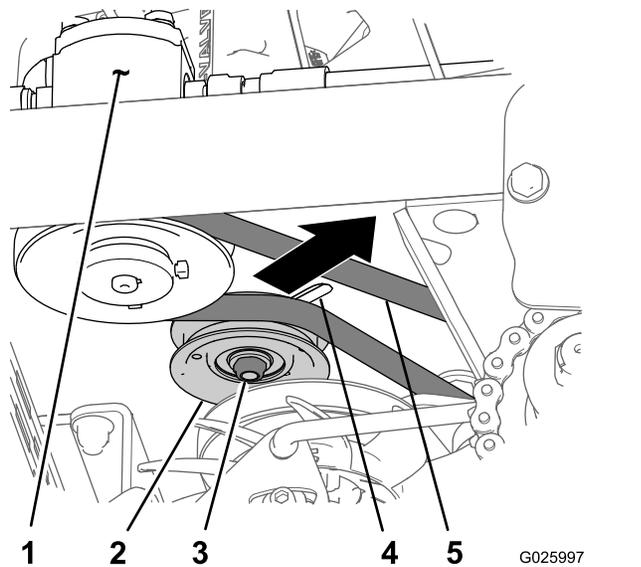

**Figura 56**
3. Compruebe la condición y la tensión de la correa de transmisión de la bomba auxiliar (Figura 56).
4. Compruebe la condición de la correa de la transmisión (Figura 56).